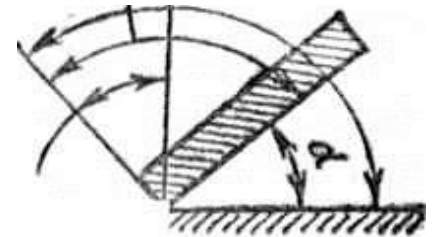

Рис. 1
8. Указать цифрами углы шаберов (рис. 1).